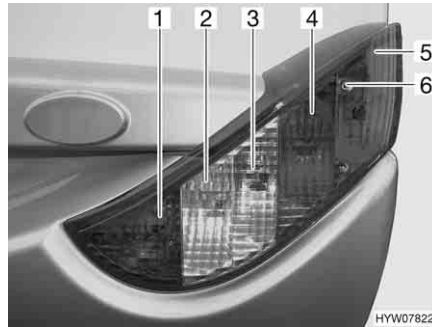

Fig. 167 Luci posteriori (lato anteriore)
- Svitare le tre viti ad esagono cavo (Fig. 167,6).